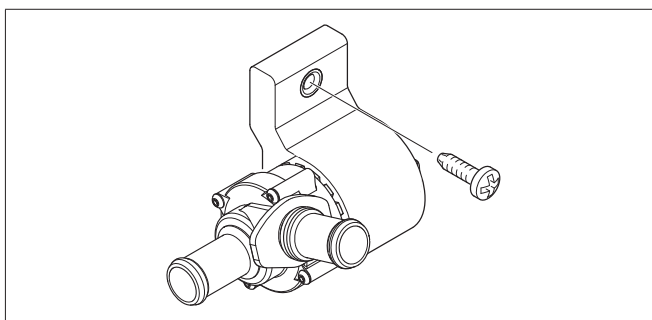

Bild 9
- Fäst hållaren med vattenpumpen på ett lämpligt ställe på fordonet, se Bild 9.